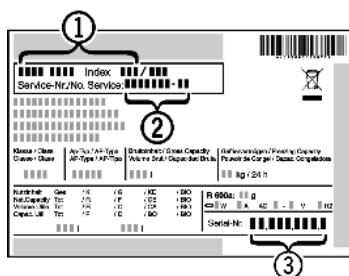

Fig. 35
- ▶ A készülék megnevezését Fig. 35 (1), a szerviz- Fig. 35 (2) és sorozatszámot Fig. 35 (3) a típustábláról olvassa le. A típustábla a készülék belsejében baloldalon található.
- ▶ Értessítse a vevőszolgálatot a hibáról, és adja meg nekik a készülék megnevezését Fig. 35 (1), a szerviz- Fig. 35 (2) és a sorozatszámot Fig. 35 (3).